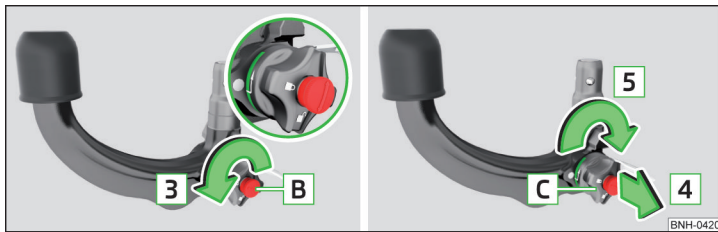

Abb. 213 **Bereitschaftsstellung einstellen**
- Den Schlüssel **B** in Pfeilrichtung **3** bis zum Anschlag drehen, sodass der Pfeil am Schlüssel zum Symbol » Abb. 213 zeigt.